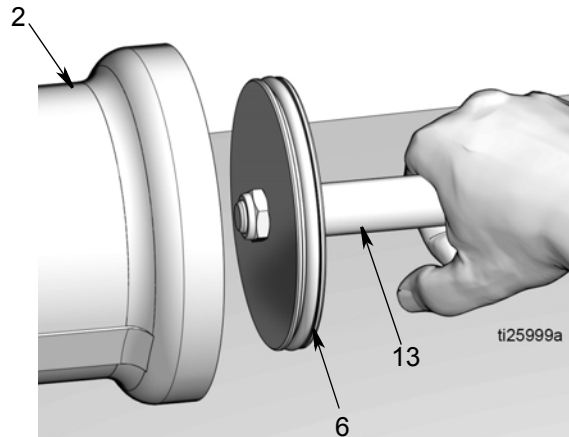

FIG. 18
15. Tige de piston (13) et piston (6)
- a. Tirer la tige de piston (13) et le piston (6) hors du vérin pneumatique (2) (FIG. 18).